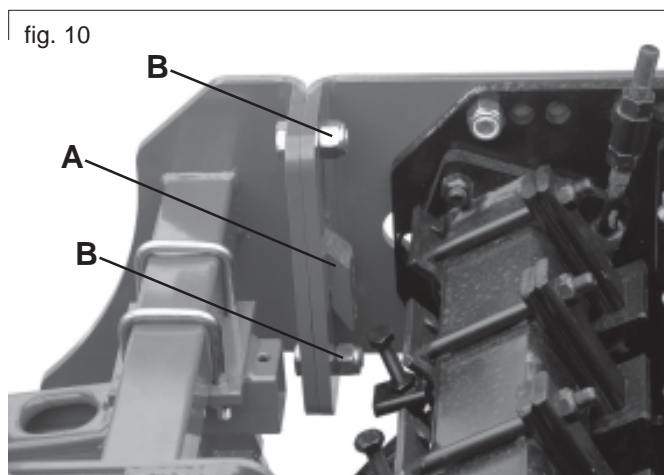

fig. 10
- 5) Con le viti in dotazione (B, Fig. 10) bloccare l'accoppiamento erpice rotante e barre di semina.